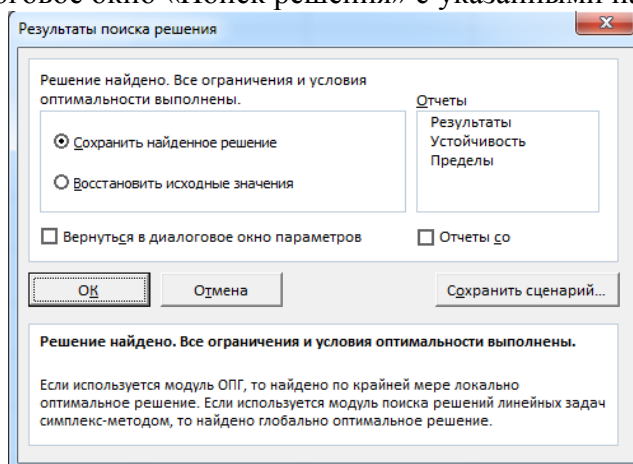

Рисунок 4 – Диалоговое окно «Результаты поиска решения»
5. Далее необходимо выбрать метод решения (Поиск решения линейных задач симплекс – методом). Нажать кнопку «Найти решение». Если все операции были выполнены правильно в окне «Результаты поиска решения» будет указано, что «Решение найдено» (рис. 4).